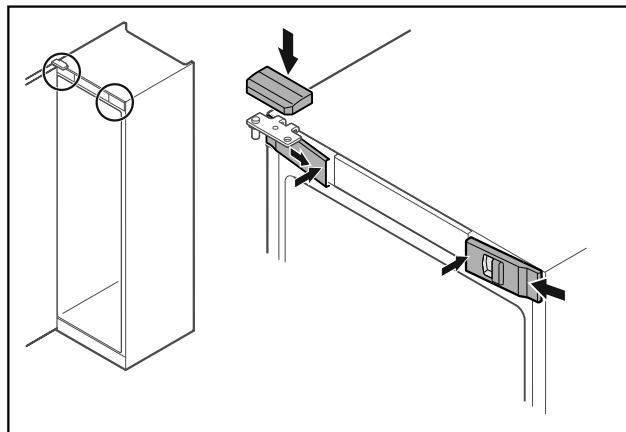

Fig. 47
- ▶ Bočno zakvačite prednje poklopce Fig. 47 (1) i uglavite ih iznutra.
- ▶ Uglavite gornji poklopac Fig. 47 (2) odozgo.